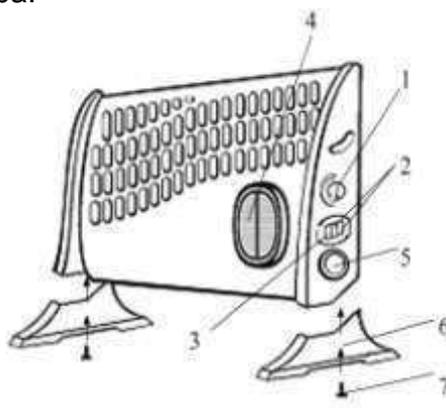
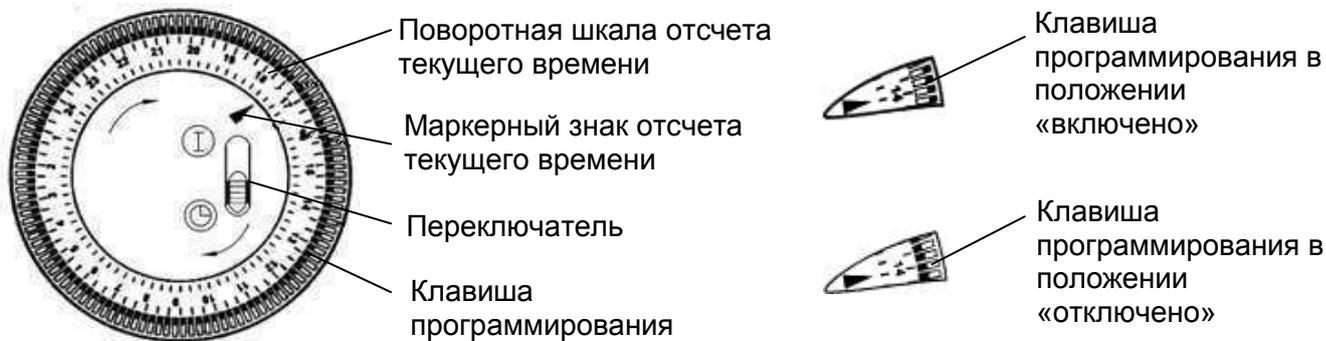

Рис.4
Рис. 5
5.7 Переведите клавиши ступенчатого регулятора мощности, клавишу выключателя (для моделей с вентилятором) в отключённое положение «0», совместите «риску» на ручке термостата со знаком \* на корпусе конвектора (см. рис.4), установите переключатель таймера (для моделей с таймером) в положение «I» (см. рис.5). Конвектор готов к работе.
Клавишами программирования таймера (см. рис. 5) установите желаемые интервалы времени «включенного» и «отключенного» состояния конвектора. Поворотом шкалы отсчета текущего времени таймера в направлении стрелки установите текущее время, совместив его с маркерным знаком ▲ отсчета текущего времени. Включите таймер, установив переключатель в положение ⌚ В положении «I» выключателя таймер выключен (что эквивалентно установке всех клавиш программирования в положение «включено»). Дискретность программирования времени – 15 минут (1 клавиша). Время программирования – сутки (24 часа). Число повторов исполнения программы – не ограничено.
Демонтаж опор конвектора производится следующим образом: открутите винты 7 крепления опор 6 (рис.4) и снимите опоры.